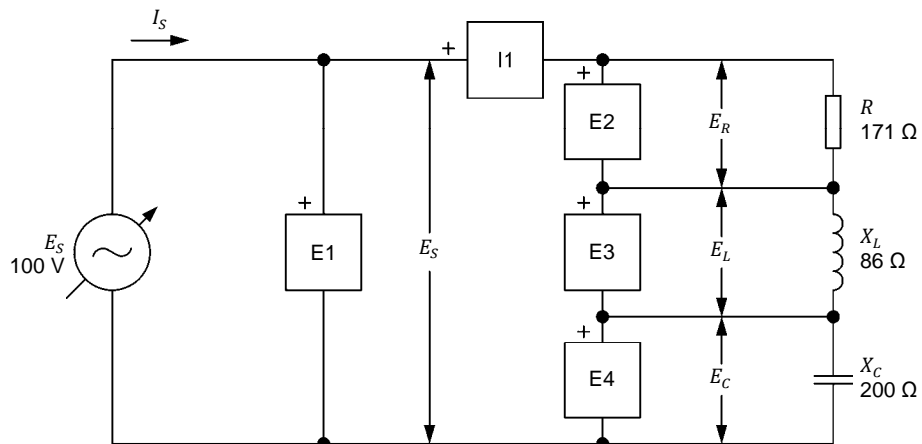

Figure 4-6. Circuit ca en série contenant une résistance, une bobine et un condensateur, et monté pour l'analyse de circuit.
15. Montez le circuit montré dans la figure 4-6.
- 16.** Résolvez le circuit en entier montré dans la figure 4-6 à l'aide de la méthode de calcul de l'impédance.